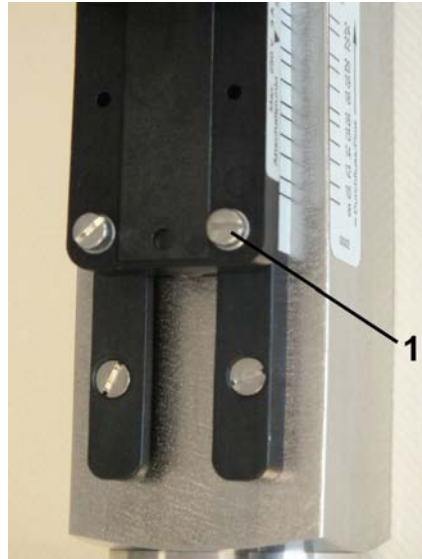

Abb. 30: Feststellschrauben lösen
1. Die Feststellschrauben des Schaltkontaktes (Abb. 30/1) mit einem Schlitzschraubendreher lösen.
3. Feststellschrauben des Schaltkontaktes (Abb. 30/1) mit einem Schlitzschraubendreher wieder anziehen. Dabei Schrauben-Anziehdrehmoment beachten.